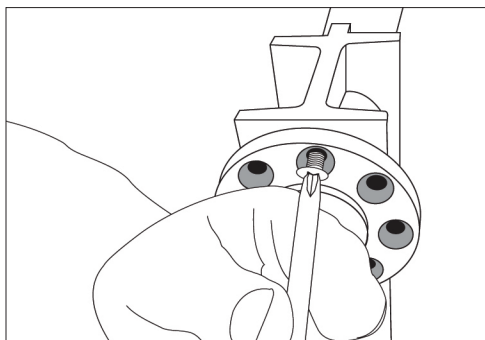

FIGURE 10
1. Destornille y remueva los tornillos de ajuste de la placa (Fig. 10).